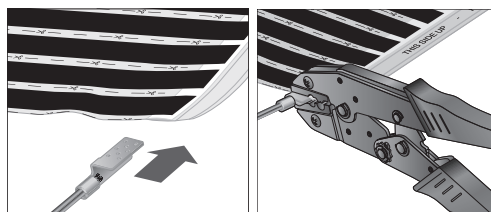

Fig. 8. Krymp terminaler på folien
11. Koble terminalene til varmefolien. (fig.8)